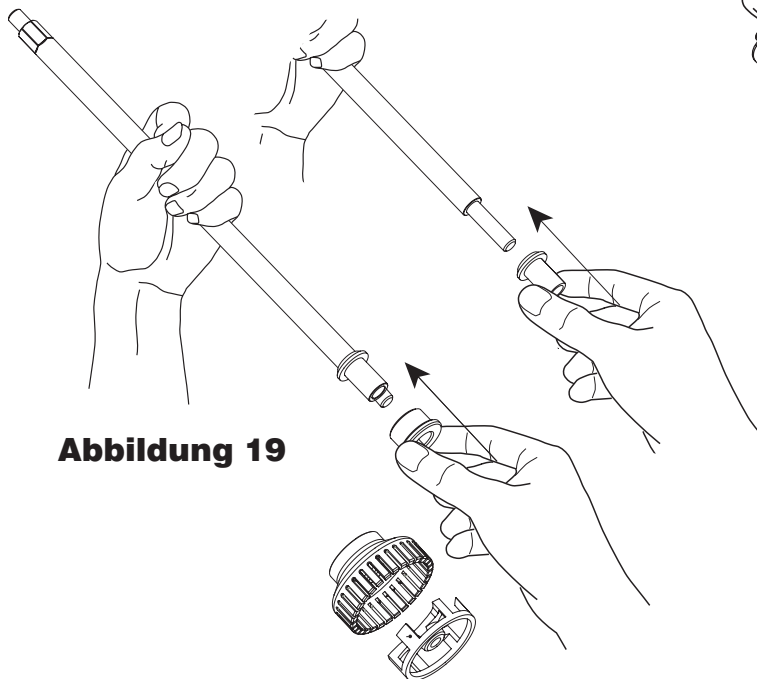

Abbildung 19
1) Rührstabwelle wie gezeigt in die Hand nehmen und Metall- und Harzbuchse nacheinander in **der angezeigten Richtung** in den vorgesehenen Sitz einführen. Anschließend ist die Laufradabdeckung einzufügen und zum Schluss das Laufrad anzuschrauben. (Abb. 19)